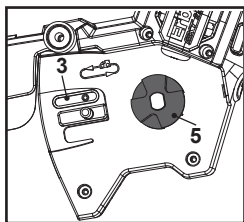

Fig. 20
1. Démonter le guide-chaîne (16) et la chaîne (15) en procédant dans l'ordre inverse du montage.
2. Vérifier si l'orifice de lubrification (3) est bouché et le nettoyer si nécessaire afin d'assurer la bonne lubrification du guide-chaîne et de la chaîne pendant le fonctionnement. Utiliser un fil souple suffisamment petit pour l'insérer dans l'orifice d'évacuation de l'huile (Fig. 20).